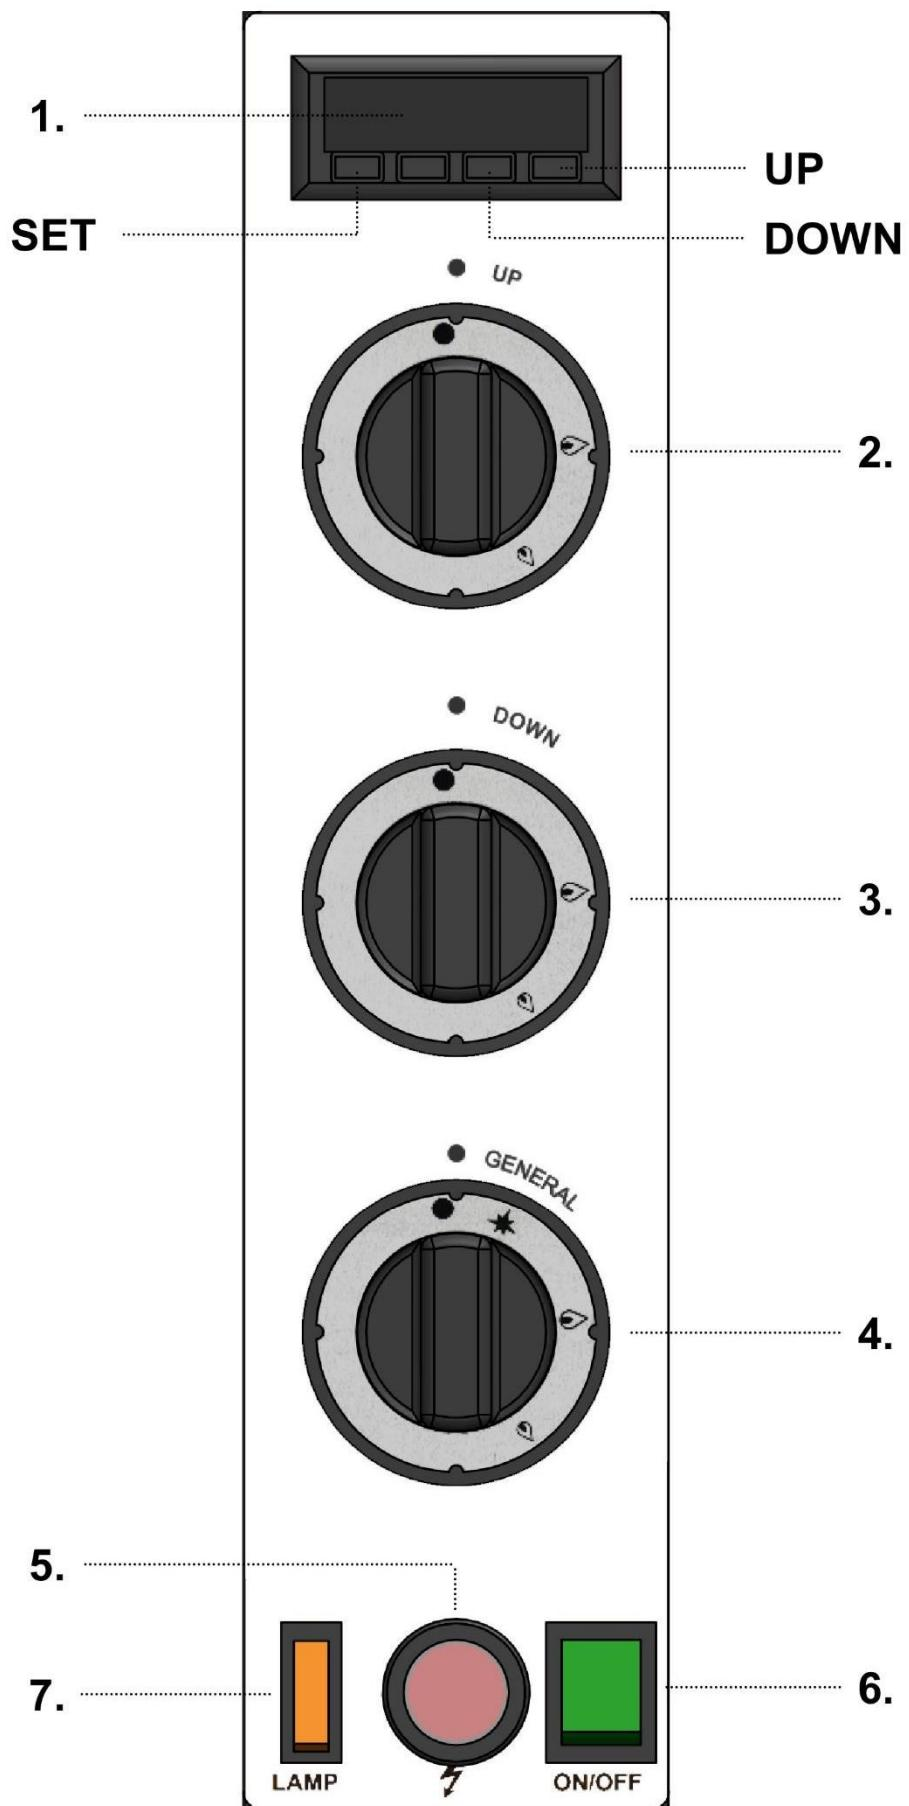
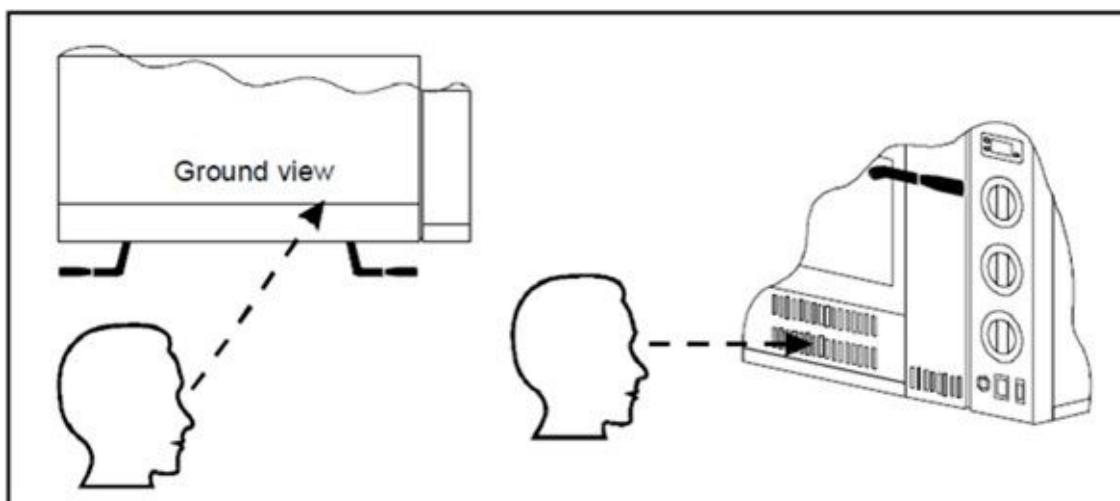

FIG.14
FIG.15
Avec le **panneau de contrôle** (fig.14) situé dans la partie **frontale droite** l'opérateur peut effectuer manuellement la mise en place et introduire les paramètres de cuisson du four.
- 3) Presser l'interrupteur général d'alimentation électrique (fig.14-réf.6) la lumière verte s'allume;
- 4) Régler la température de cuisson en pressant le touche "set" et "+" ou "-" (fig.14-réf.1); dans le cas où la température réglée est identique ou inférieure à la température ambiante il est impossible d'allumer les brûleurs parce que le thermostat est raccordé à l'électrovanne d'alimentation du gaz qui ferme le flux à la température recherchée;
- 5) Tourner la manette du robinet général d'alimentation du gaz (fig.14-réf.4) sur la position maintenir la manette enfoncée et presser en même temps plusieurs fois l'allumage piézoélectrique de la veilleuse (fig.14-réf.5). Dès que la veilleuse s'allume, relâcher la manette. La veilleuse doit rester allumée si non répéter l'opération. On peut contrôler la veilleuse par les ouvertures situées sur le côté droit du panneau frontal (fig.3-réf.2) en regardant vers l'intérieur en observant une inclinaison de 45° environ vers la droite (FIG.15);
- 6) Tourner la manette du robinet général (fig.14-réf.4) dans la position (puissance maximum);
- 7) Ouvrir les robinets de voute (fig.14-réf.2) et de sole (fig.14-réf.3) en tournant les en sens inverse des aiguilles d'une montre, les porter sur la position (puissance maximum).
Quand le four atteint la température demandée, (voir point 5 de ce paragraphe) visible sur le thermomètre (fig.14-réf.1) on peut enfourner la pizza pour la cuisson.
- 2) Pour éclairer l'intérieur de la chambre de cuisson, presser l'interrupteur lampe du four (FIG.14-Réf.7);
- 1) Éteindre le four en tournant les manettes sur la position ● "Eteint" (FIG.14-Réf.2/3/4);
- 2) Éteindre l'éclairage intérieur du four par l'interrupteur (FIG.14- Réf.7);
- 3) Éteindre l'interrupteur général (FIG.14-réf.6) la lumière verte s'éteindra;